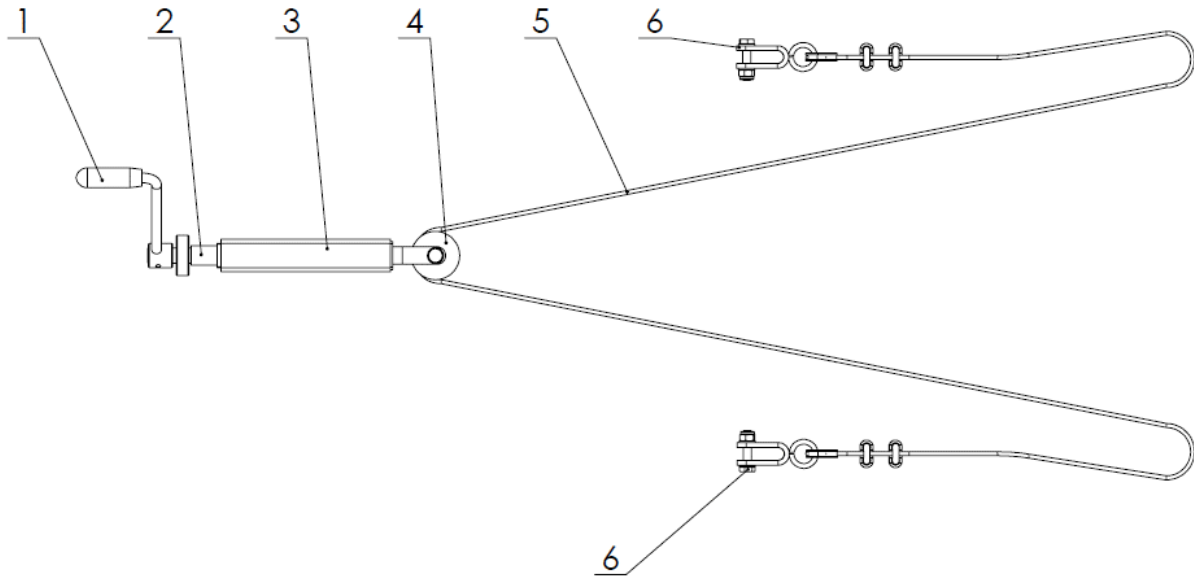

Figure 15. Schéma du frein de stationnement
La presse à balles peut être équipée d'un frein de stationnement manuel dont l'élément de mise en œuvre est le tendeur de vis des câbles reliées aux leviers de frein (Figure 15). En tournant la manivelle (1) dans le sens des aiguilles d'une montre la position du levier de frein est modifiée par le câble (5) et actionne le frein de stationnement de la presse à balles. Le frein de stationnement est desserré en modifiant le sens de rotation de la manivelle.